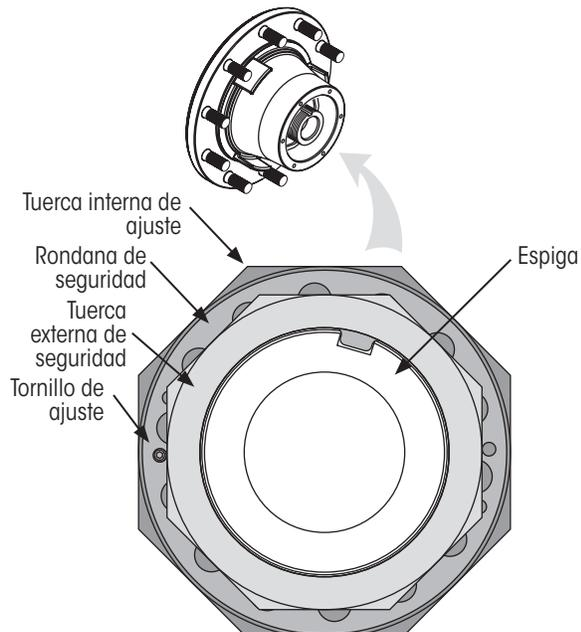
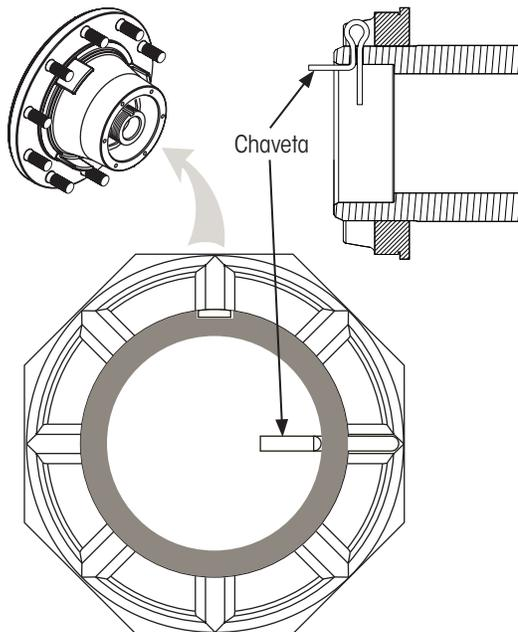

Figura 7: Componentes del sistema de tuerca de tres piezas
Figura 8: Sistema Tuerca castillo de espiga (sólo espigas HP)
9. Mientras sujeta la maza (Figura 7), **jale** la maza hacia afuera **mientras gira** la maza ligeramente en ambas direcciones (15 - 30° entre dos agujeros) hasta que la lectura del indicador permanezca constante. **Registre** la lectura.
Uno de los cuatro sistemas de tuercas de espiga (Figura 7 a la Figura 8) se utiliza para asegurar una maza de servicio estándar a la espiga/eje:
- A. Tuerca de tres o cuatro piezas **Estándar** (Figura 7) -
- B. Sistema tuerca **castillo** de espiga, sólo espigas HP barrenadas (Figura 8) -